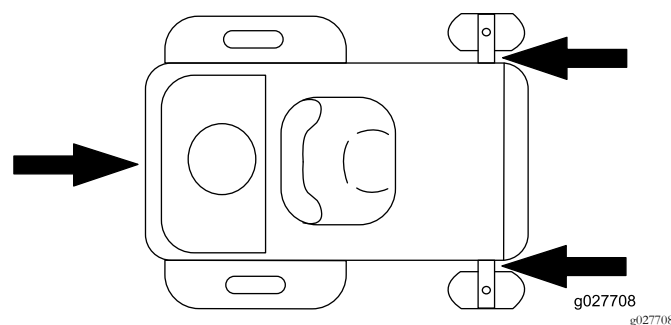

Figura 34
- Prenda a máquina perto das rodas giratórias frontais e pára-choques traseiro (Figura 34).